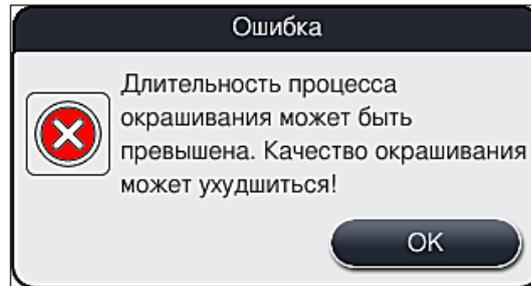

Рис. 107
1. После подтверждения этого информационного сообщения пользователь получает информацию о возможном превышении периодов окрашивания, то есть о том, что отдельные стойки уже слишком долго находятся в реактиве при определенных обстоятельствах или в критической станции, результатом чего может стать ухудшение качества окрашивания. Подтвердите это информационное сообщение (→ "Рис. 107") нажатием кнопки **OK** для возобновления.